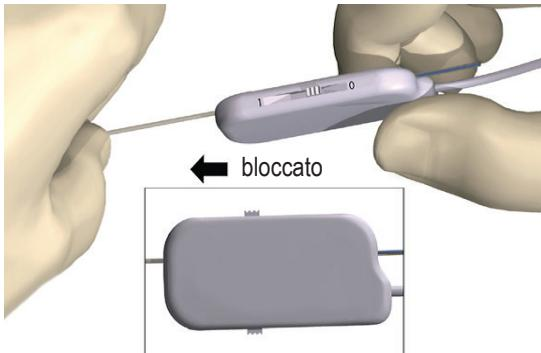

Figura 10: Fissaggio dell'elettrocaterete DBS nel connettore del cavo per sala operatoria 1x8
7. Spingere l'estremità dell'elettrocaterete DBS nella porta finché non si arresta. Tenere l'elettrocaterete DBS in posizione mentre si fa scorrere la leva di blocco in posizione (1) bloccata (Figura 10).